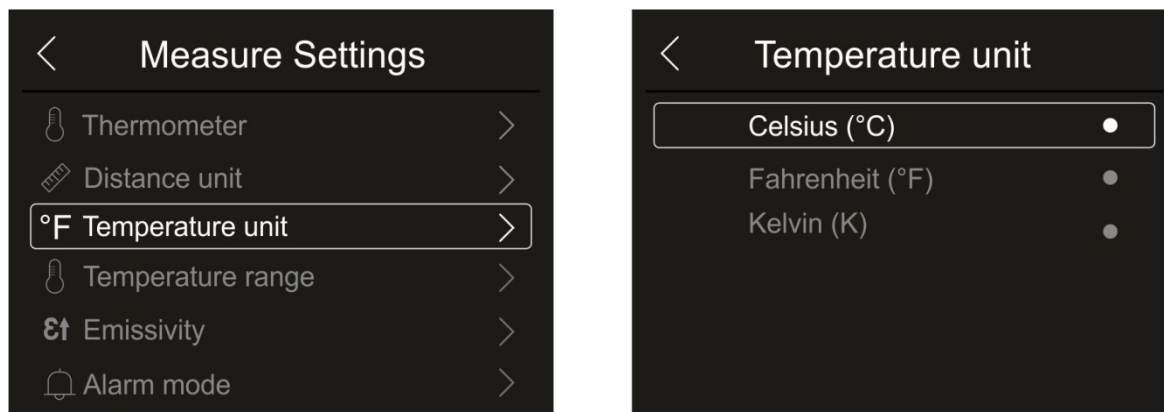

Fig. 23: Menu de réglage de l'unité de mesure de la température
1. Touchez l'élément «Temperature unit» pour régler l'unité de mesure de la température. La Fig. 23 - partie droite s'affiche à l'écran :